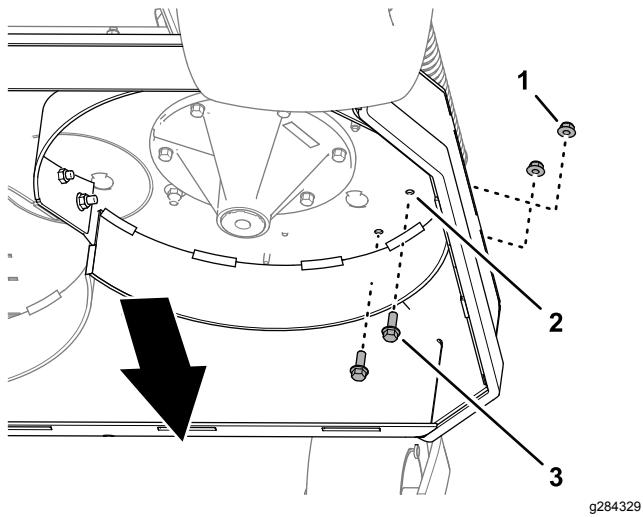

Figure 8
2. Insérez 2 vis à embase (3/8" x 1") dans les trous de 10 mm du plateau de coupe (Figure 8) et fixez les vis avec 2 contre-écrous à embase (3/8") que vous avez retirés à l'opération 1.